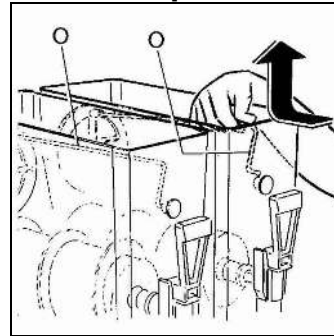

Fig. 10
- Extraire le dispositif de mélange supérieur (O) en le poussant légèrement en arrière pour pouvoir le désencaster de son logement (voir fig. 10).